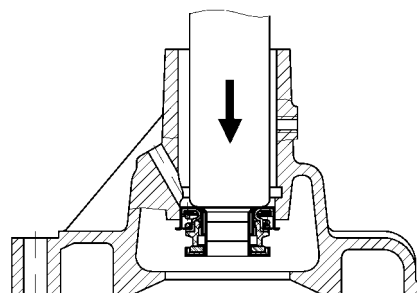

Рис.130. Выпрессовка уплотнения водяного
- выпрессовать уплотнение из корпуса (рис.130).